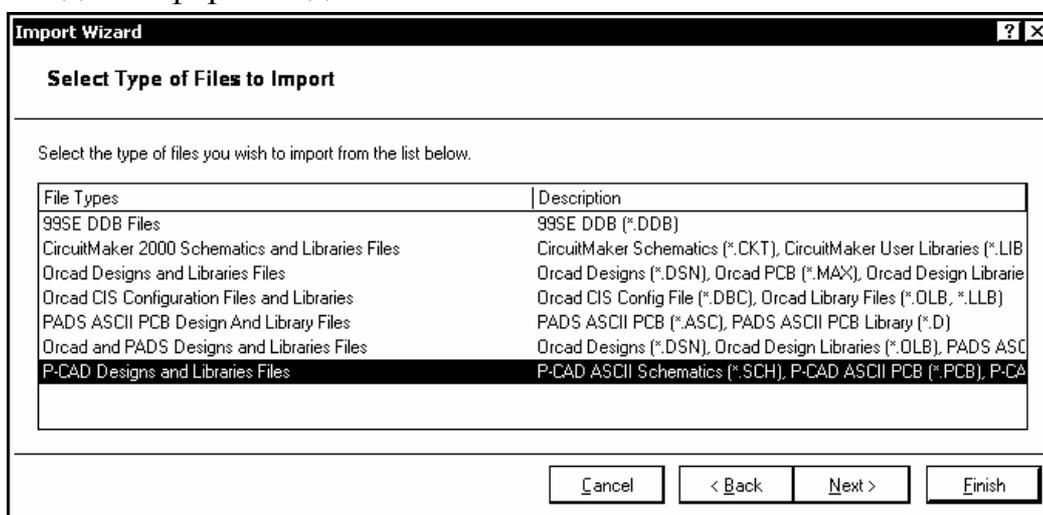

Рис. 3.20
1. Запустить процедуру преобразования командой File>>Import Wizard. Открывается диалоговое окно импорта. Кнопкой Next перейти к первому шагу импорта. В диалоговом окне, рис. 3.20, предоставляется возможность выбора исходного формата данных.